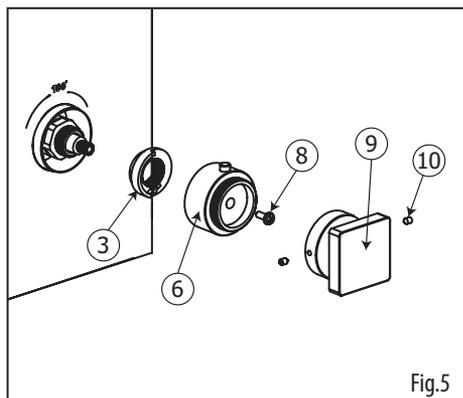

Fig.5
- Remove the handle (9), the thermo handle adapter (6) and the temperature limit stopper (3) as shown (fig.5).
- *Enlever la poignée (9), l'adaptateur (6) et le limiteur de température (3) tel qu'illustré (fig.5).*